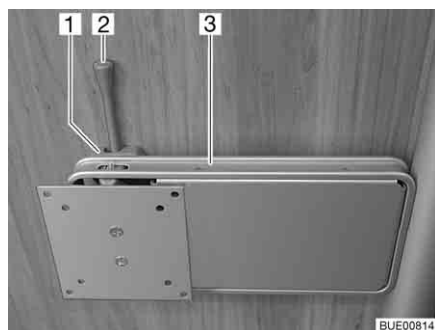

Fig. 87 Suporte em coluna
- Empurre a alavanca de destravar (Fig. 87,2) para o lado e rode o suporte (Fig. 87,3) com o ecrã plano para a posição pretendida.
- Rode o ecrã plano para trás, até o suporte (Fig. 87,3) encaixar no dispositivo de bloqueio (Fig. 87,1).